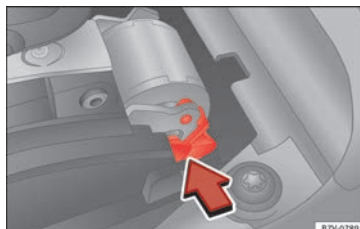

Fig. 50 Déverrouillage de secours du blocage du levier sélecteur.
- Poussez le levier de déverrouillage » **fig. 50** dans le sens de la flèche et maintenez-le dans cette position.